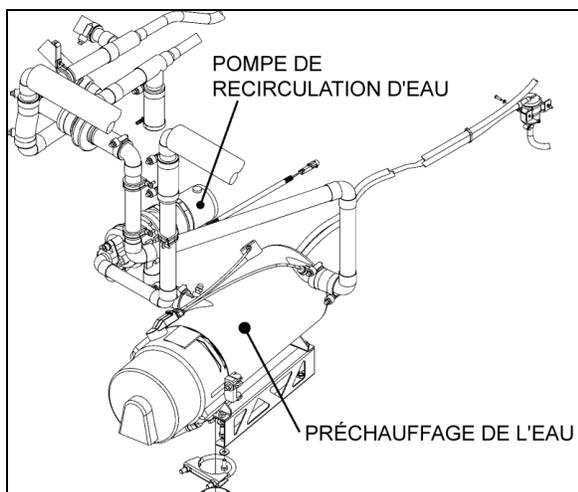

FIGURE 77 : EMPLACEMENT DE LA POMPE DE CIRCULATION – GROS SYSTÈME DE CVC DES SÉRIES X3
- Séries X3 – Compartiment du préchauffeur de liquide de refroidissement (Figure 77)